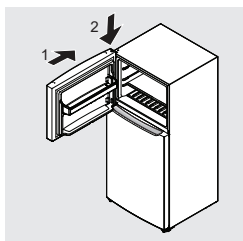

figure 10
11. Abaissez la porte du congélateur en position ouverte sur la goupille de charnière centrale, puis fermez la porte (figure 10).